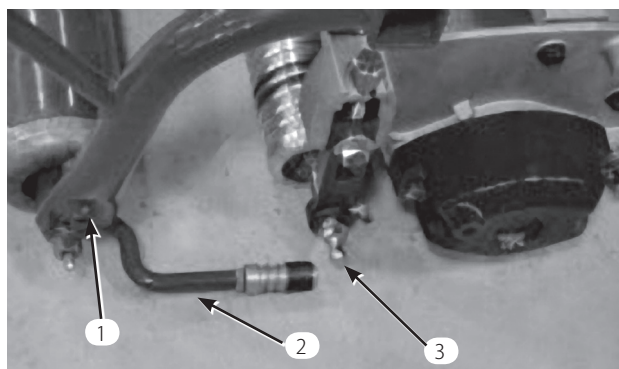

図 10
2. カッティングユニット両端にそれぞれワッシャとボールスタッドを取り付ける（図10）。